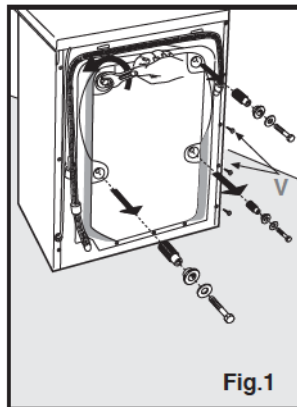

Fig.1
Antes de pôr a máquina a funcionar, desaperte os parafusos de bloqueio com uma chave adequada e extraia os parafusos juntamente com os espaçadores plásticos de bloqueio (Fig. 1), conservando-os para possíveis transferências.
Antes de poner en función la máquina, aflojar los tornillos de bloqueo con una llave especial y extraer los tornillos junto con los separadores de plástico, de bloqueo, (Fig.1) conservar los separadores para eventuales traslados.
Bevor die Maschine in Betrieb genommen wird, müssen die Feststellschrauben mit dem entsprechenden Schlüssel gelockert und gemeinsam mit den Transportsicherungen aus Plastik entnommen werden (Abb.1); die Transportsicherungen sind für einen eventuellen Umzug aufzubewahren.
N.B. Sollte es nicht gelingen, die Transportsicherungen aus Plastik aus der Maschine zu entnehmen, muss man die rückseitige Platte durch Lösen der 12 Schrauben (siehe Abbildung 1, Buchstabe V) entfernen, die Transportsicherungen entnehmen und die Platte wieder anbringen.